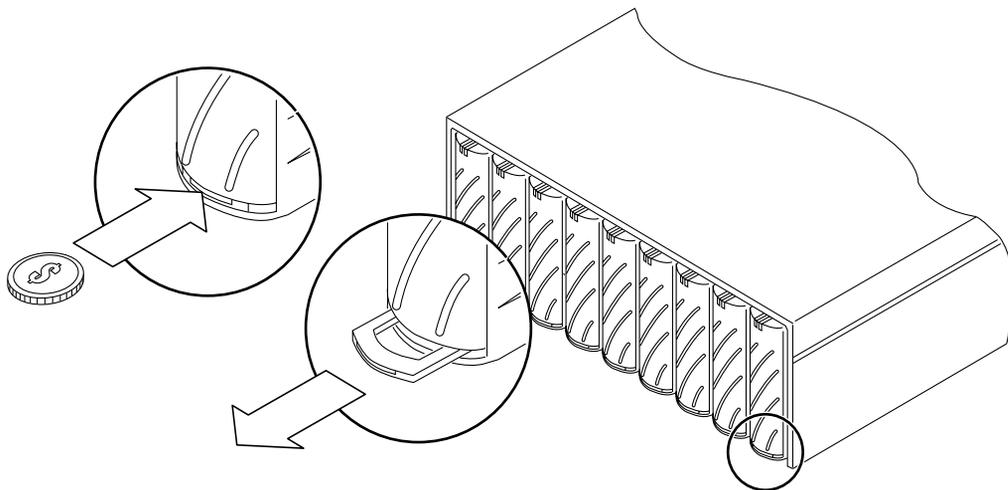

图 14-3 释放锁存手柄
4. 用一枚硬币或小螺丝刀按下并释放驱动器锁存手柄（图 14-3）。